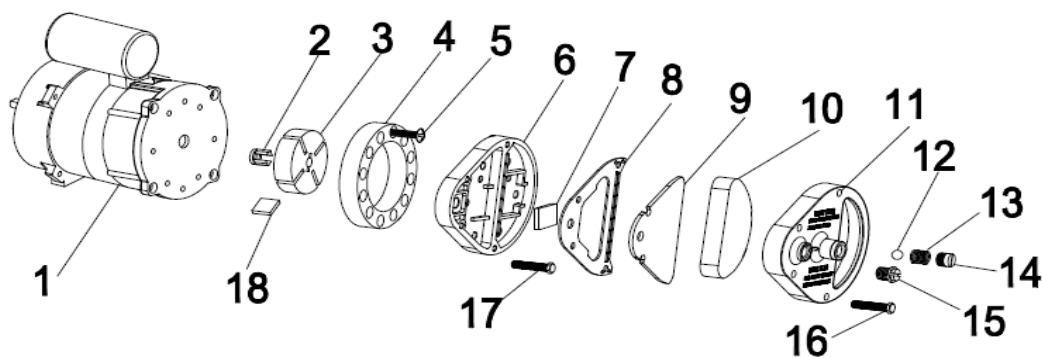

Fig.2
Curățați filtrele de aer. Scoateți capătul capacului filtrului (11), spălați filtrul de admisie a aerului (10), folosind un detergent diluat și uscați-l bine înainte de re-instalare. Înlocuiți filtrul de alimentare cu aer (9) o dată pe an (Fig.2)